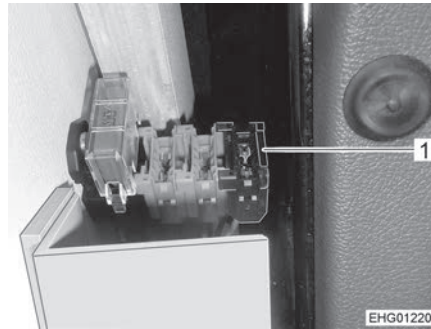

Bild 117 Säkringshållare på vänsterstyrda fordon (Ford)
- Byt säkring i säkringshållaren (Bild 117,1).